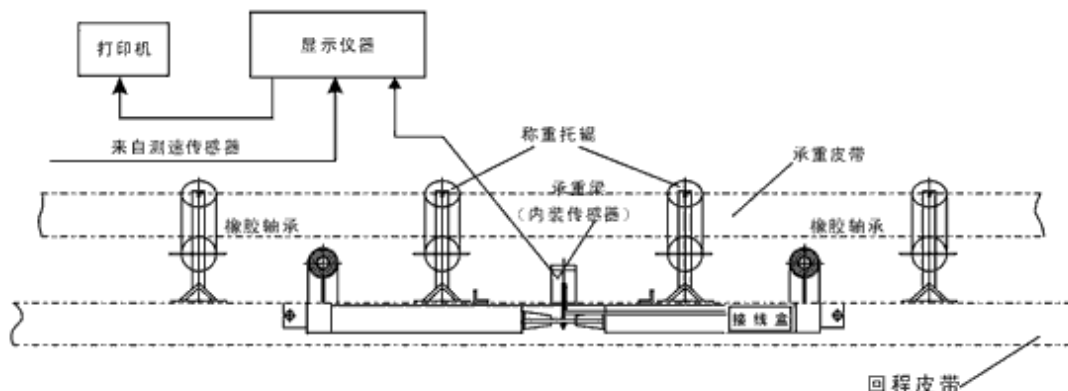

图 2 皮带机秤体安装结构
1、ICS-DT 型动态计量电子皮带秤的称重部分由称重框架和承重梁组成（如图 2），承重梁内配有称重传感器、调节装置。